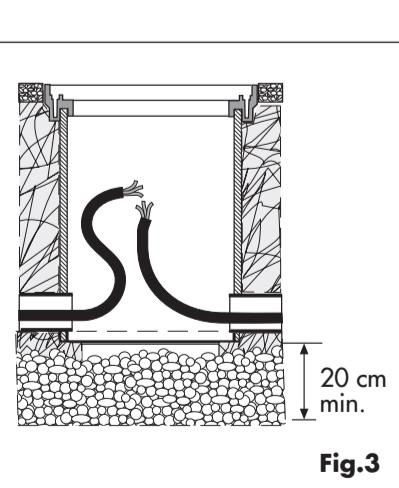

Fig. 3
- Prima di interrare e/o cementare il pozzetto, fare attenzione a creare nella zona di allungamento uno strato di ghiaia di drenaggio sufficiente a garantire l'eventuale deflusso dell'acqua (circa 20 cm) (fig. 3).
- Introdurre negli appositi fori del pozzetto il tubo o i tubi F [nel caso di linea continua] rigidi per il passaggio dei cavi (fig. 3).
- Before you install the external housing in the ground or concrete it, pay attention to make underneath a layer of gravel for drainage, sufficient to guarantee the water flow (about 20 cm) (fig. 3).
- Introduce the rigid tube or tubes F [in case of through wiring] for the passage of the cables into the holes in the external housing (fig. 3).